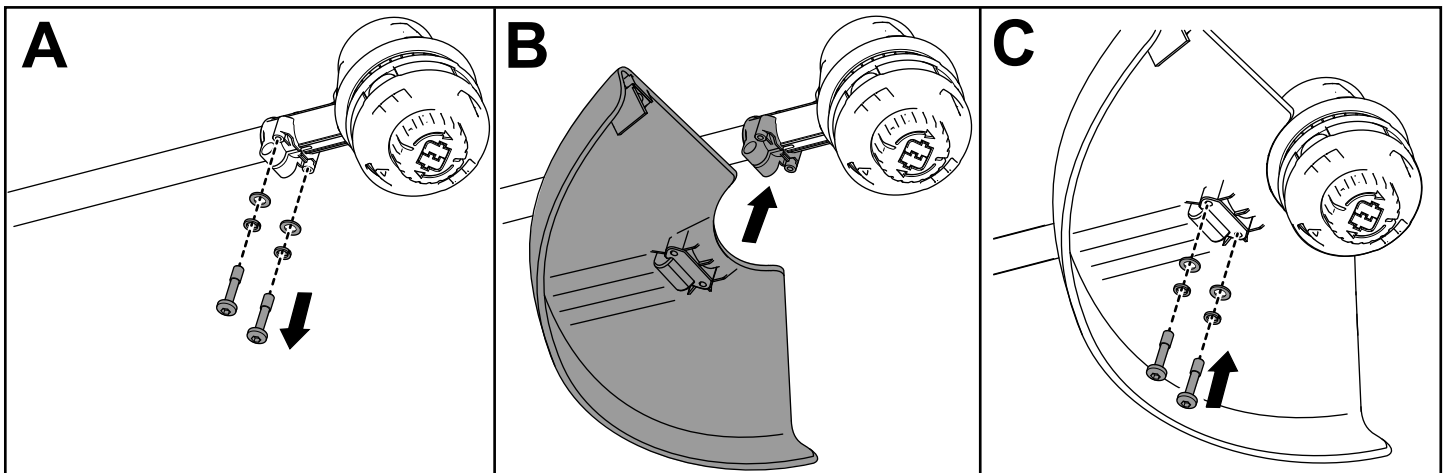

Figura 5
1. Utilizzando la chiave a brugola in dotazione, rimuovete le 2 viti a esagono incassato, le 2 rondelle e i 2 distanziali dalla base del decespugliatore (A della Figura 5).
2. Allineate la protezione sulla base del decespugliatore (B della Figura 5).